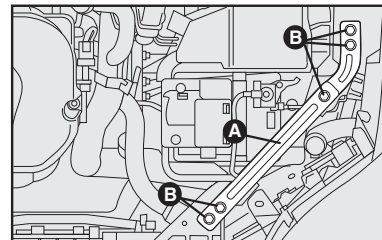

fig. 12
Para substituição da bateria é necessária a retirada da travessa de ligação A-fig. 12.
- Retirar os parafusos B-fig. 12, retirar a travessa A e substituir a bateria.